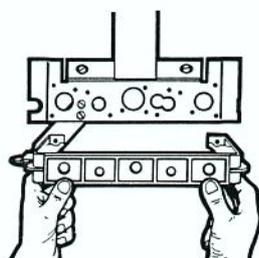

Fig. 16
- Monter le gabarit de pose plastique (fig. 16) sur le support de montage, à l'aide des 4 vis de fixation.
- Équiper le gabarit plastique des différentes douilles cousées (fig. 16 b). **Ce montage doit s'effectuer sans les joints.** Utiliser au mieux les possibilités offertes par les douilles orientables : distribution vers le haut en passant derrière la chaudière par exemple, ou vers le bas si la distribution est prévue en plinthe.
Fig. 16 b
**Important :** La soupape de sécurité montée sous le robinet de retour du chauffage protège l'installation contre toute suppression. Elle doit obligatoirement être raccordée à une canalisation de vidange d'un diamètre de 18 x 20 mm. A cet effet il est livré une douille de jonction Ø 12 x 14 et une patte de positionnement (30) (fig. 16 b) de la canalisation de vidange. Cette douille de jonction ne doit en aucun cas être soudée à la canalisation de vidange. L'orifice d'écoulement doit être laissé à l'air libre.